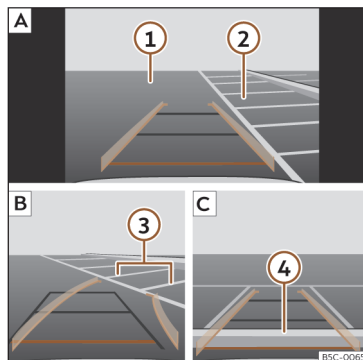

Fig. 164 Visualização no ecrã do sistema infotainment: estacionar com o assistente de marcha-atrás.
Legenda da >>> **Fig. 164:**
- Posicione o veículo à frente do lugar de estacionamento >>> **Fig. 164 2 A**.